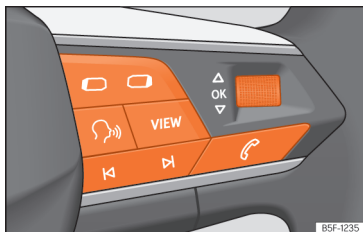

Fig. 71 Lado direito do volante multifunções: botões para utilizar os menus e as indicações informativas do painel de instrumentos.
Enquanto existir uma advertência com prioridade 1 »» Página 80, não será possível aceder a nenhum menu. Algumas advertências podem ser confirmadas e ocultadas com o botão **OK** do volante multifunções »» Fig. 71.
- Se aparecer uma mensagem ou o pictograma de um veículo, pressione o botão **OK** »» Fig. 71; se for necessário, várias vezes.
- Para mudar de menu use os botões ◀ ou ▶ »» Fig. 71.
- Para abrir o menu ou a indicação informativa exibida, pressione o botão **OK** »» Fig. 71 ou espere alguns segundos até que o menu ou a indicação informativa se abra automaticamente.
- No menu visualizado, rode a rodinha direita do volante multifunções »» Fig. 71 até que a opção de menu desejada fique realçada. A opção aparece assinalada.
- Pressione o botão **OK** »» Fig. 71 para realizar as alterações desejadas. Uma marca indica que a função ou o sistema em questão estão ativos.
Pressionar o botão ◀ ou ▶ »» Fig. 71.